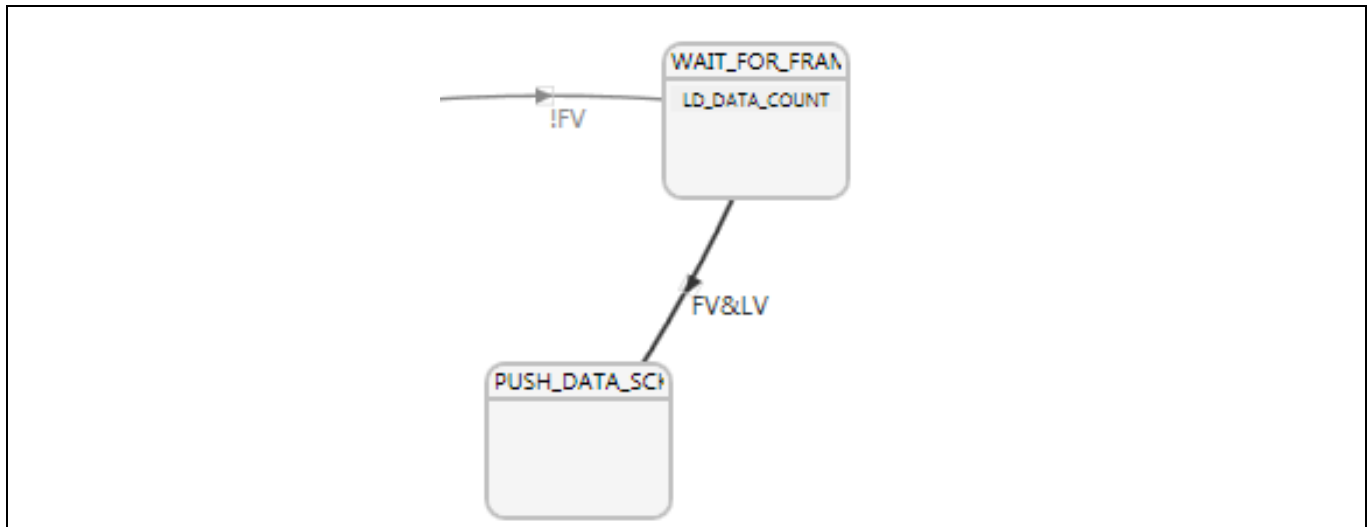

Figure 29 PUSH_DATA_SCK0 ステートおよびその遷移条件 FV&LV
- 「FV&LV」方程式を作成することで、FV と LV 両方がアサートされる時にこの遷移方程式のエントリを発生させるように変更します。ステート遷移は Figure 29 のようになります。